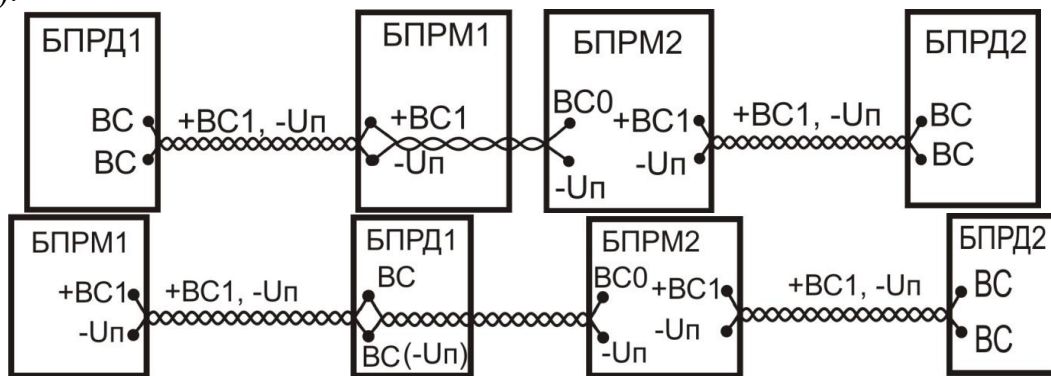

Рис.6.8
6.3.2.1 На тыльной стенке кожуха БПРД имеется окно встроенного светодиода 3 для визуального контроля работы, для чего к фирменному значку 2 на тыльной стенке БПРД необходимо приложить и удерживать во время контроля магнит 1 (см. рис.6.8). В случае нормальной работы БПРД, светодиод методично мигает с периодом около 1 сек. На тыльной поверхности БПРМ под защитной крышкой расположены три синих индикатора «0» (нулевой разряд сигнала), «1» (первый разряд), «2» (второй разряд) и двухцветный (синий/красный) «3» (Зс/Зк) {третий разряд/(Тревога)}, регулятор чувствительности извещателя «Per». Крышка, обеспечивающая защиту органов управления и индикации от внешних воздействий, закрепляется на тыльной поверхности БПРМ двумя невыпадающими винтами. Вблизи индикатора «3» находится отверстие **инфракрасного датчика** положения крышки (открыта – закрыта). Извещатель формирует сигнал ТРЕВОГА размыканием выходного реле при открывании защитной крышки.
6.3.4.5 Для значительного снижения влияния внешних радиопомех любого происхождения необходимо включить проводную синхронизацию БПРМ и БПРД, для чего провода +ВС1 и -Упит (-Уп) БПРМ соединить витой парой с проводами ВС собственного БПРД без соблюдения полярности. При проводной синхронизации и при возможной засветке смежными или соседними радиоволновыми извещателями ПРИЗМА (о чем свидетельствует частые «ложные» тревоги), необходимо включить взаимную синхронизацию данных извещателей. При этом активный выход +ВС1 (БПРМ1 или при его трансляции через БПРД1) ведущего извещателя подключается к входу (+ВС0) ведомого извещателя (БПРМ2), в зависимости от расположения БПРМ2 (вблизи смежного БПРД1 или БПРМ1, см. рис. 6.8), т. е. на любом конце активного провода (+ВС1) синхронизации. Подключение должно также проводиться витой парой с проводом - Упит (-Уп).